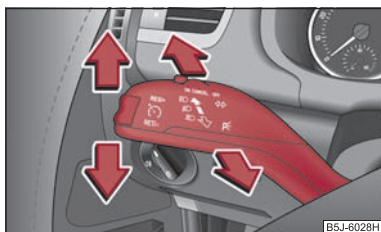

Fig. 38 Maneta de acționare a luminilor de semnalizare și a luminii de drum
- Apăsați maneta în sus, respectiv în jos ⇒ fig. 38.